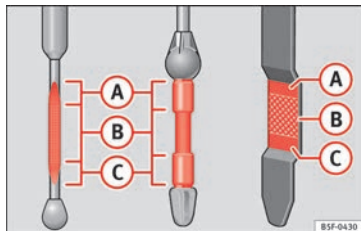

Abb. 224 Ölmesstab
- Den Messstab anschließend wieder herausziehen und den Ölstand ablesen » **Abb. 224**. Füllen Sie gegebenenfalls Motoröl nach.